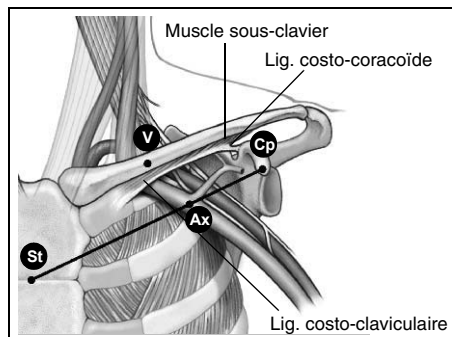

Figure 2. Les repères identifient le point d'entrée d'une ponction percutanée de la veine sous-clavière.
1. Se référer à la Figure 2 pour identifier les points St (angle sternal) et Cp (processus coracoïde).